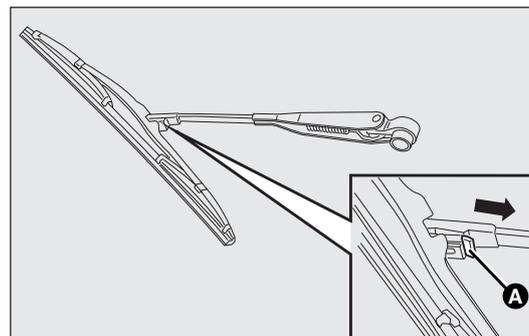

fig. 188 - Versiones puerta batiente
**Versiones puerta batiente fig. 188**
- pulse la patilla de sujeción A-fig. 188 y retire la escobilla deslizándola hacia el sentido que indica la flecha.